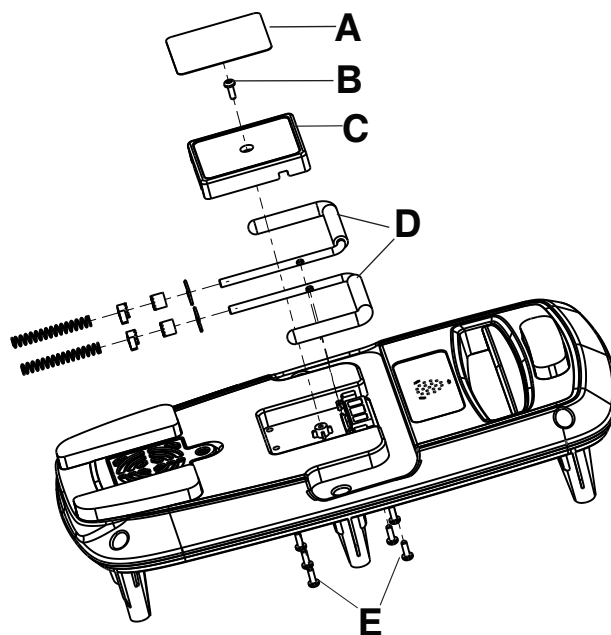

Figure 24 – Ensemble de crochet
4. À l'aide d'un outil à pointe, retirer l'étiquette d'information (A) sur l'ensemble crochet (Figure 24). Jeter l'étiquette d'information.